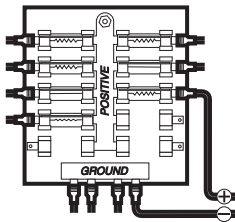

Figure 3
- 1a. S'il y a un raccord pour fusible libre, utilisez des connecteurs électriques à sertir (non inclus) qui conviennent au raccord du tableau à fusibles. Branchez le fil noir à la masse (-) et le fil rouge à l'alimentation positive (+) de 12 V c.c. (Figure 3). Installez un fusible de 1 ampère (non inclus) en série afin de protéger l'appareil. Humminbird® ne garantit pas le produit contre les surtensions et les surintensités.